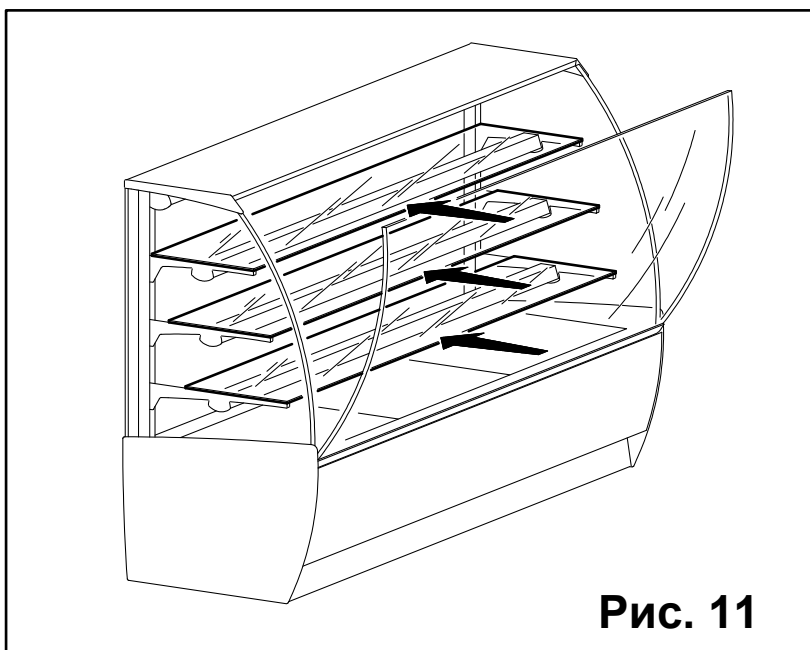

Рис. 11
- Снимите упаковку и вставьте стекла на соответствующие полки (**Рис. 11.**), обратив особое внимание на монтаж самого узкого стекла на первой полке сверху.